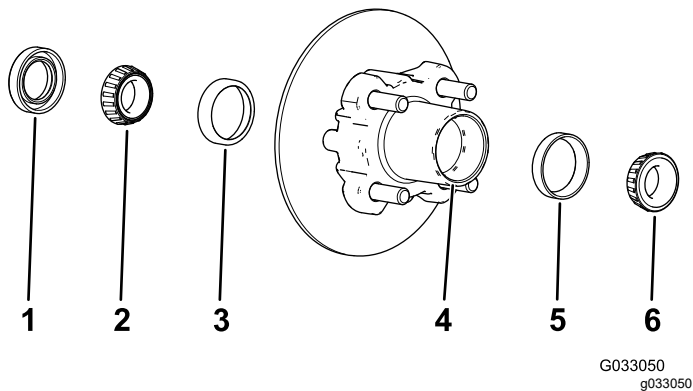

Bild 41
1. Nehmen Sie das Außenlager und den Lagerring von der Radnabe ab (Bild 41).
2. Nehmen Sie die Dichtung und das Innenlager von der Radnabe ab (Bild 41).
5. Entfernen Sie Fett, Schmutz und Rückstände aus dem Hohlraum der Radnabe (Bild 41).
7. Füllen Sie den Hohlraum der Nabe zu 50 % bis 80 % mit der angegebenen Fettsorte (Bild 41).
8. Montieren Sie das Innenlager auf dem Lagerring an der Innenseite der Nabe und setzen Sie die Dichtung ein (Bild 41).